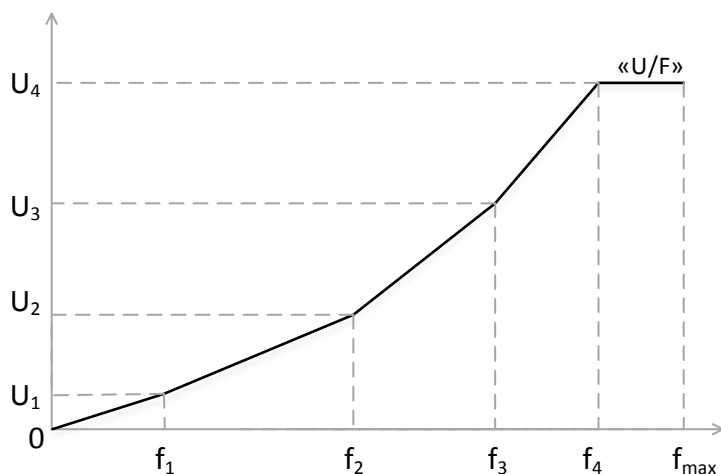

Рисунок 10 – Формирование напряжение на выходе МПЧ
2.2.6.1 При скалярном управлении зависимость действующего значения напряжения на выходе МПЧ от частоты «U/f» формируется по четырем точкам – параметрами в РХ по адресам 12-19 (см. рис. 10). Между точками зависимость аппроксимируется линейно.